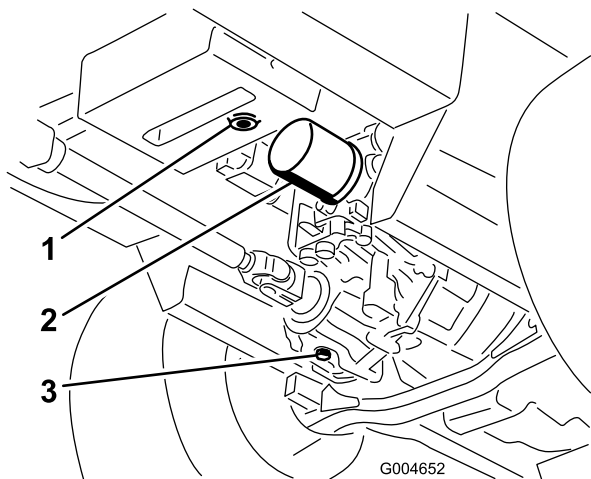

Figure 70
3. Placez un grand bac de vidange sous le réservoir hydraulique et le carter de transmission, et enlevez les bouchons pour vidanger tout le liquide hydraulique (Figure 70).
4. Nettoyez la surface autour du filtre à huile hydraulique et enlevez le filtre (Figure 70).